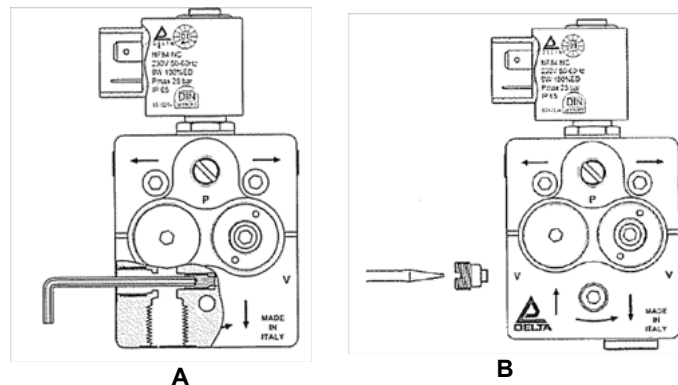

Рис. 8
- 2 используя специальный ключ на 2,5 мм, открутить винт с бай-паса, находящийся внутри отверстия штуцера для замера вакуума (см. Рис. 8-A)
- 4 вставить и вкрутить заглушку диаметром 1/4" в отверстие обратного хода (см. Рис. 8-B).